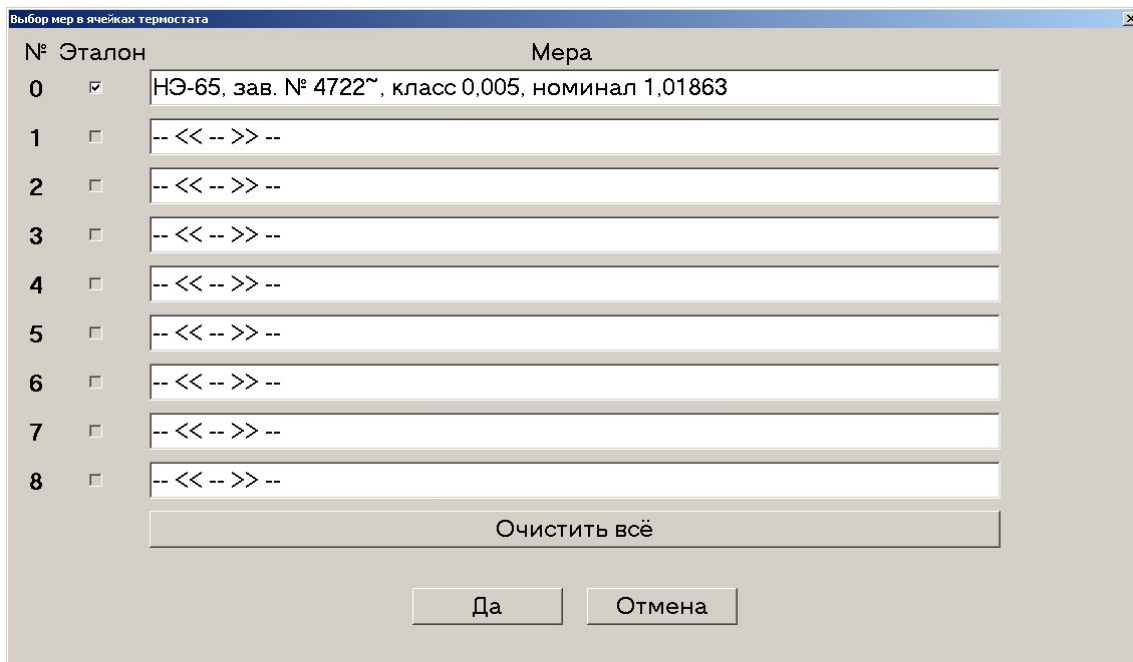
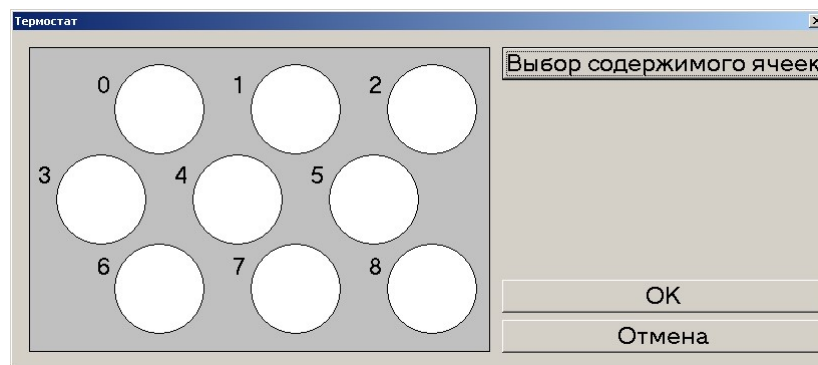

Рисунок 14. Окно «Выбор мер в ячейках термостата»
Рисунок 20. Окно «Термостат»
7.2.3 Для того чтобы указать какие меры ЭДС подключены к коммутатору нажмите на кнопку «Выбор содержимого ячеек». При этом будет отображено окно «Выбор мер в ячейках термостата» (рис. 14). Каждое из девяти полей окна соответствует ячейке термостата.
7.4.4 Если вы нажали на кнопку «Загрузка термостата». Отобразится окно «Термостат» (рис. 20). Для того чтобы указать какие ОМЭС подключены к коммутатору нажмите на кнопку «Выбор содержимого ячеек». При этом будет отображено окно «Выбор мер в ячейках термостата» (рис. 14). Каждое из девяти полей окна соответствует ячейке термостата.